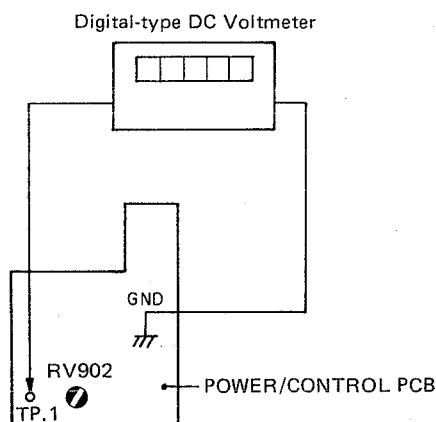

Fig. 4-14
2. Connect the digital-type DC voltmeter to TP. 1 on the POWER/CONTROL PCB (See Fig. 4-14).
2. デジタル式直流電圧計をPOWER/CONTROL PCB上のTP.1に接続する (Fig. 4-14参照)